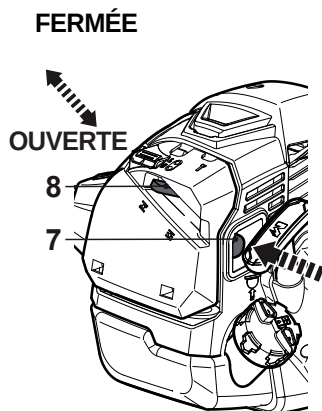

Fig. 21
- > Mettez le starter [8] en position **FERMÉE**  et appuyez sur l'amorce [7] jusqu'à ce que le carburant devienne visible (Fig. 21).